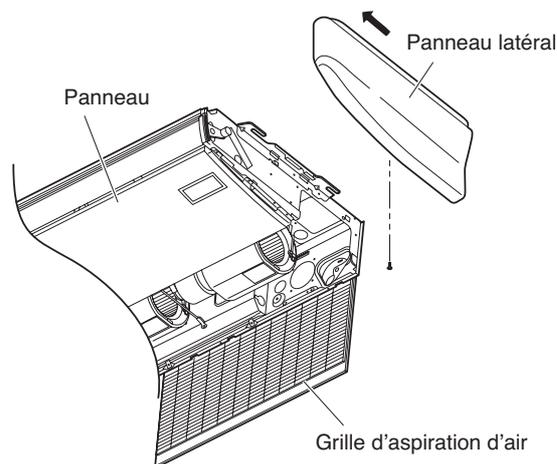

Fig. 11-7
- (1) Pour retirer le panneau latéral, ouvrez la grille d'aspiration et enlevez la vis. Ensuite, retirez le panneau latéral en le déplaçant vers l'avant (sens de la flèche). (Fig. 11-7)